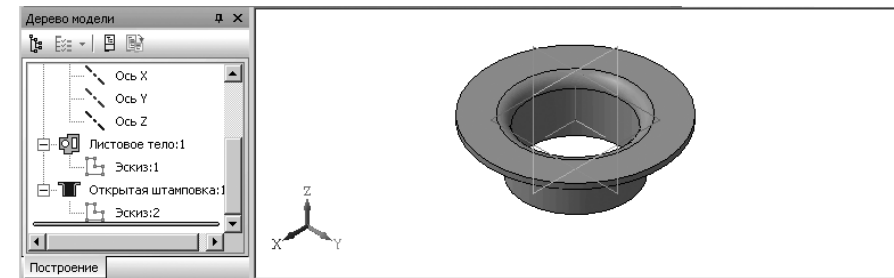

Рис. 7.79. Результат построения открытой штамповки
- щелкните по кнопке  **Создать объект** или нажмите комбинацию клавиш **Ctrl+Enter** для создания объекта. Появится искомая закрытая штамповка, а в окне **Дерево модели** – ее пиктограмма и соответствующий пункт **Открытая штамповка:1**. Это состояние системы показано на рис. 7.79.